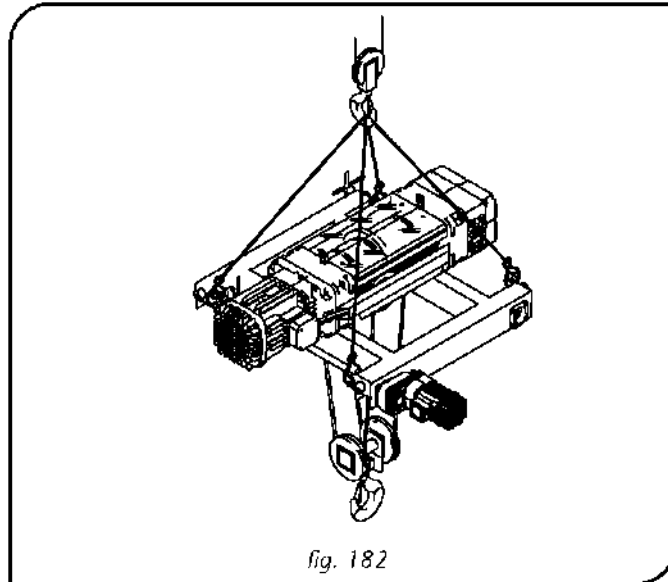

fig. 182
- Przymocować czterocięgniowe zawiesie do punktów zaczepu wózka, używając urządzeń podnoszących dobranych pod kątem wagi i wysokości ładunku (rys. 182)